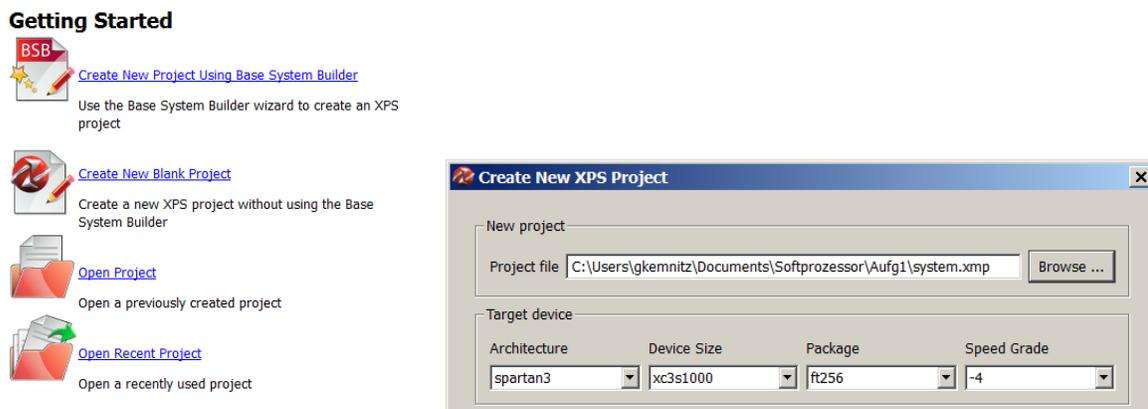

Abbildung 2: Anlegen eines neuen Projekts
- Auswahl »Create New Blank Project« (Abb. 2 links). Weiter mit »OK«.
- Festlegung des Arbeitsverzeichnisses für das Projekt über »Project file« ▷ »Browse« und Auswahl des programmierbaren Logikschaltkreistyps, für die Praktikumsbaugruppen: »spartan3«, »xc3s1000«, »ft256« und »-4« (Abb. 2 rechts1).